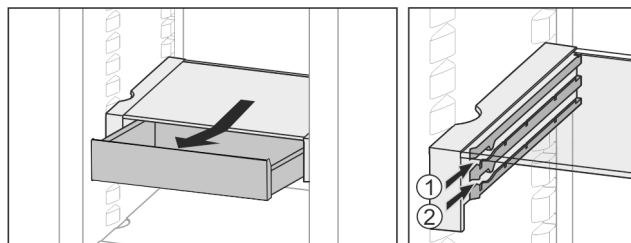

Fig. 60
- Op een willekeurige hoogte Fig. 60 (1) of Fig. 60 (2) erin schuiven.